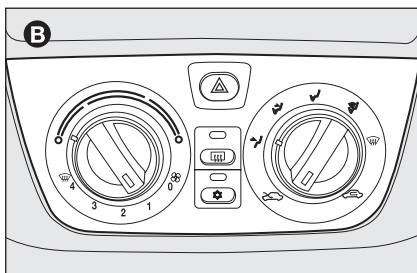

fig. 5
- con climatizzatore manuale B-fig. 5;